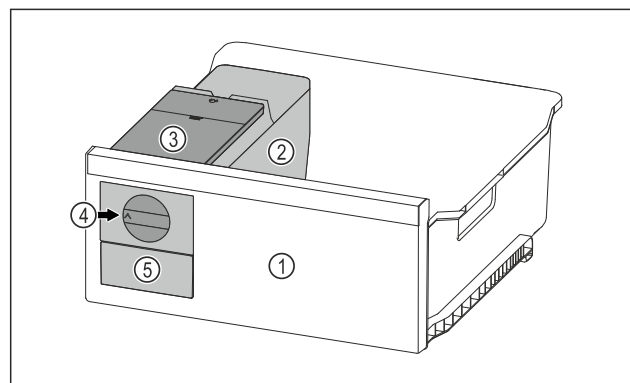

Fig. 127 Примерно изображение
- Завъртете въртящото се копче Fig. 127 (4) по часовникова стрелка до упор.
- Ледените кубчета падат от формата за ледени кубчета в чекмеджето за ледени кубчета Fig. 127 (5). Ако не всички ледени кубчета се освобождават от формата за ледени кубчета: